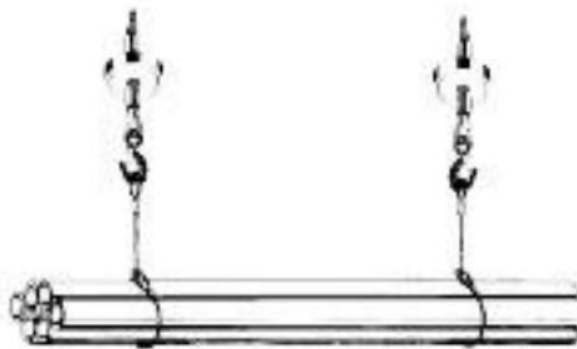

FIG. 16 — Interdiction d'employer deux treuils pour une même charge
11) N'utilisez pas deux treuils pour lever une seule charge (FIG. 16).